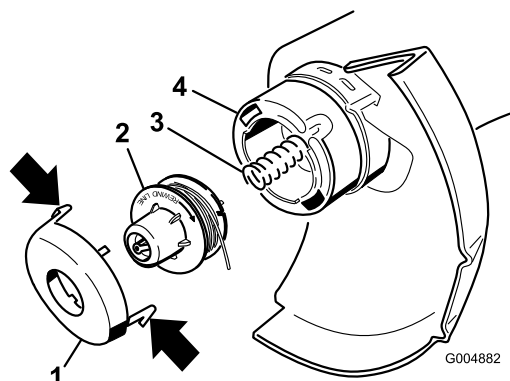

Figure 7
1. Appuyez sur les languettes de chaque côté du chapeau (Figure 7).